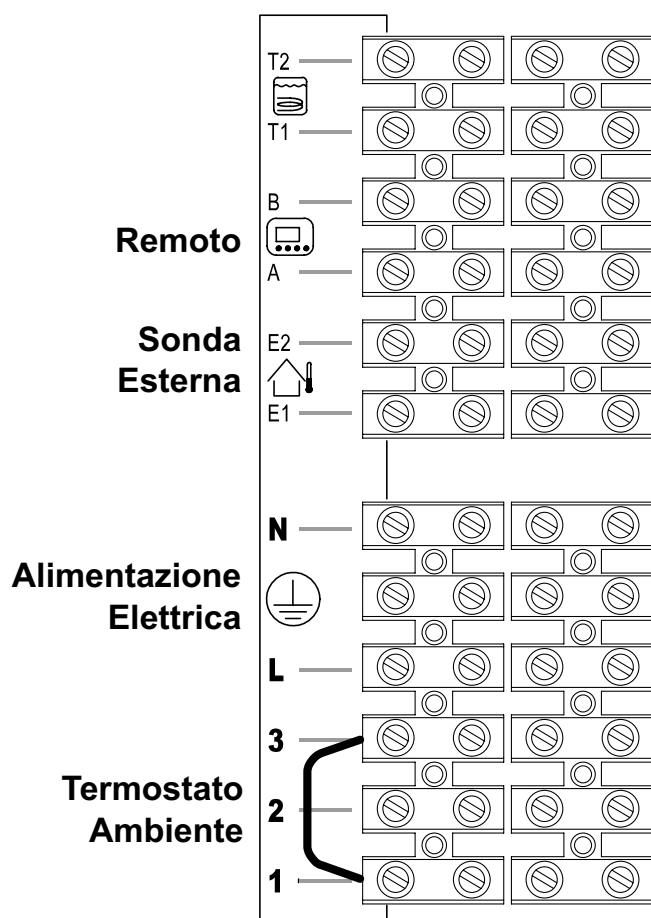
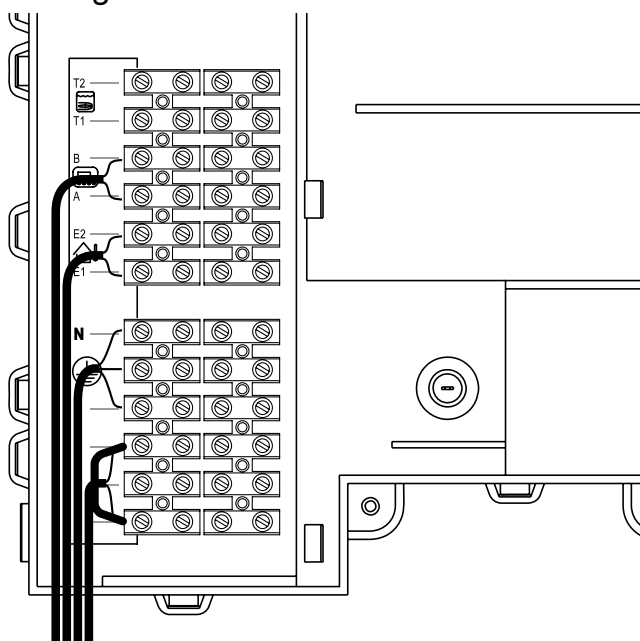

Figura 5.19
Figura 5.20
- Collegare il cavo di alimentazione elettrica proveniente dall'interruttore onnipolare alla morsetteria di alimentazione elettrica della caldaia Figura 5.19 rispettando la corrispondenza della linea (filo marrone) e del neutro (filo azzurro).
Il percorso del cavo o dei fili di alimentazione elettrica della caldaia e del termostato ambiente devono seguire il percorso indicato in Figura 5.20 .
Per il collegamento di un termostato ambiente servirsi dei morsetti indicati in Figura 5.19 .
Per il collegamento di valvole di zona servirsi dei morsetti termostato ambiente indicati in Figura 5.19 e Figura 5.20. I conduttori elettrici dei contatti del micro della valvola di zona vanno inseriti nei morsetti "1 e 3" del-
la morsetteria termostato ambiente come in Figura 5.20.
Il percorso del cavo o dei fili di alimentazione elettrica della caldaia e del termostato ambiente devono seguire il percorso indicato in Figura 5.20.
Il percorso dei fili di collegamento della sonda esterna devono seguire il percorso indicato in Figura 5.20 .
Il percorso del cavo del comando remoto deve seguire il percorso indicato in Figura 5.20 .